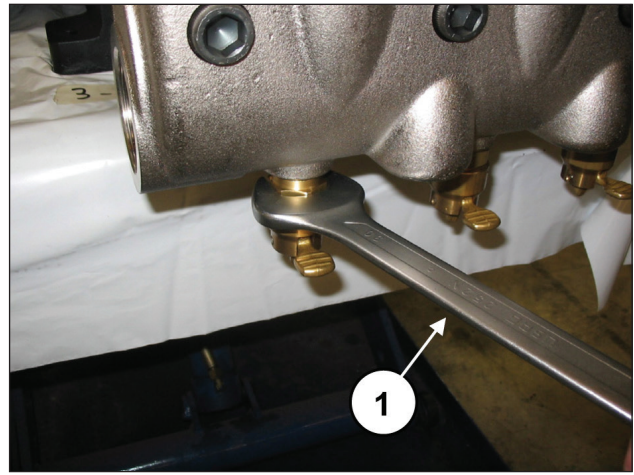

图96
拧松阀门打开装置，可使用30毫米的扳手（部件号①，图96）。